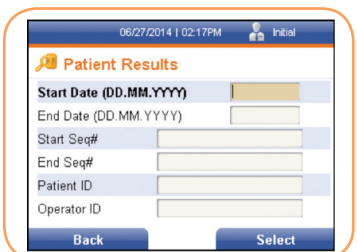

FIGURA 48
1. Mediante la tecla programable derecha, seleccione Resultados del paciente. Se muestra la pantalla Resultados del paciente (Figura 48).